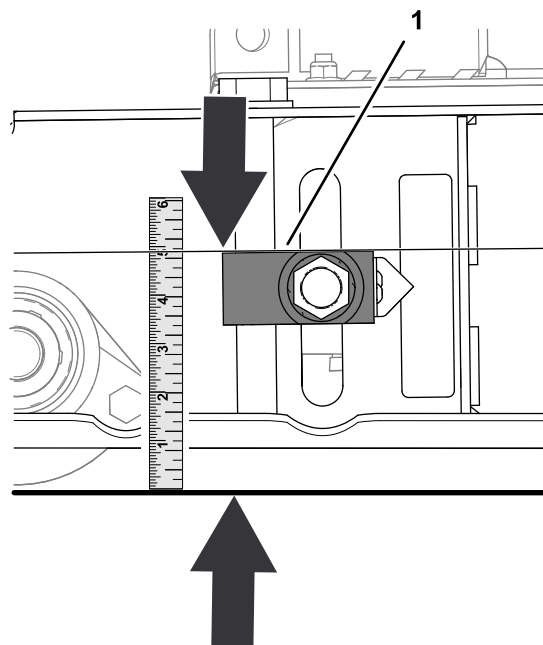

Figura 81
2. Misurate la distanza tra la parte superiore del blocco regolatore e il terreno (Figura 81).